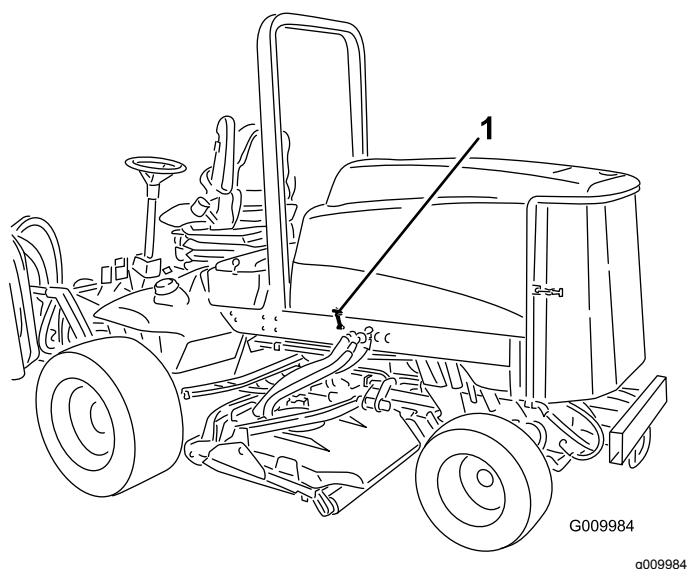

Figure 22
1. Déverrouillez le capot (Figure 22) et faites-le pivoter pour l'ouvrir.